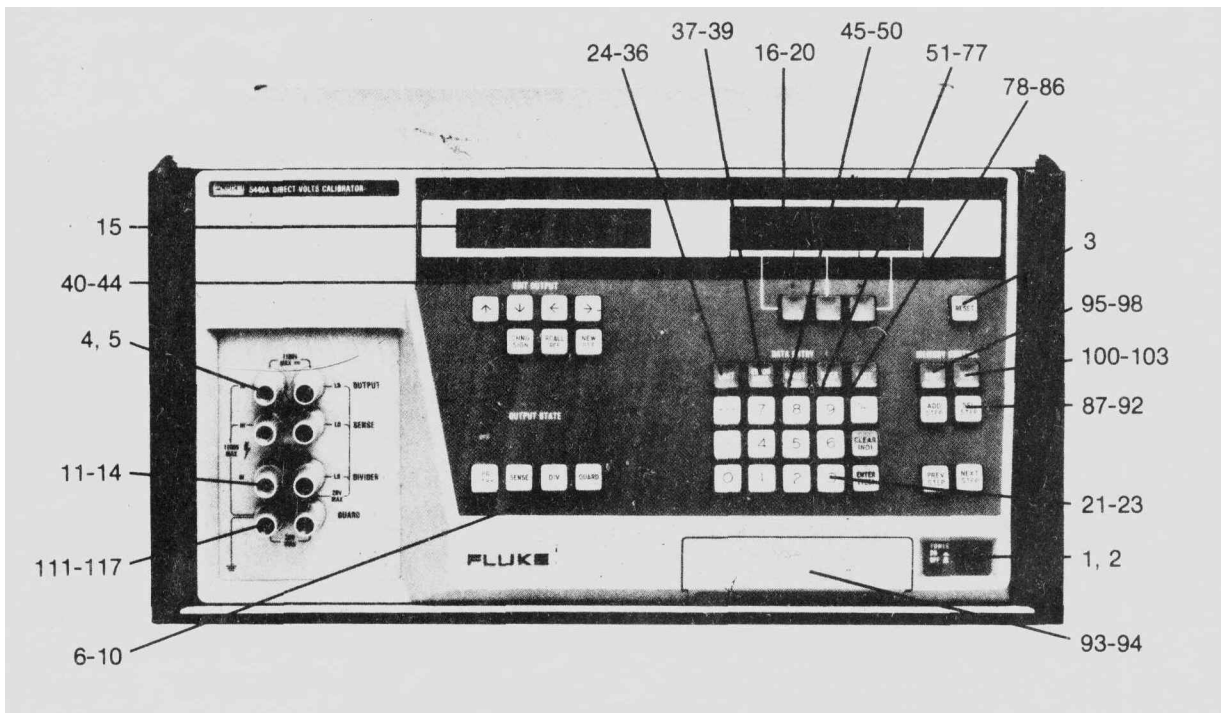

图1 前面板设置
2.5440A (B) 前后面板上的设置 (见图 1, 2)
见前面板图 1 上标注的 11~14。5440A (B)